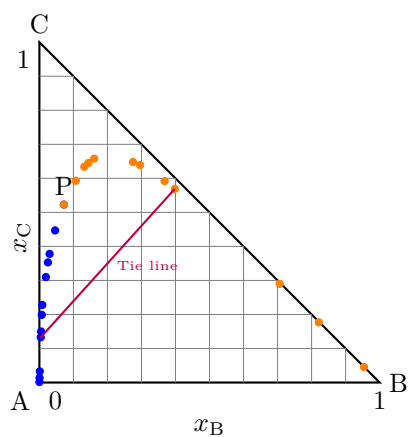

図 3: 20260529_mondai3_1
ポイントと解答: 表 (1) のように、互いに平衡にある2相の組成データが与えられると、溶解度曲線とタイラインを描くことができます。図3では、ベンゼン相中の組成を青、水相中の組成をオレンジでプロットしています。対応する2点を結んだ直線がタイラインです。単抽出では、混合点 M を通るタイラインを平衡状態での組成に関する既知のデータから補間し、その両端を抽出相 E と抽残相 R として読み取ります。青とオレンジのプロットが一致する点 P では2相の組成が等しくなり、この点をプレートポイントと呼びます。図 (4) では、タイラインを斜辺とする直角三角形を薄い緑で示しています。これらの直角の頂点を滑らかにつないだ曲線が共軛線です。平衡状態ではベンゼン中の組成は青のプロットをなめらかにつないだ曲線上を、水中の組成はオレンジのプロットをなめらかにつないだ曲線上を動くことになります。ただし、この動きの拘束条件として2本のタイラインを斜辺とする直角三角形の直角の頂点が共軛線上に存在することが課されます。問題3の回答は上記説明で使用した図に他なりません。